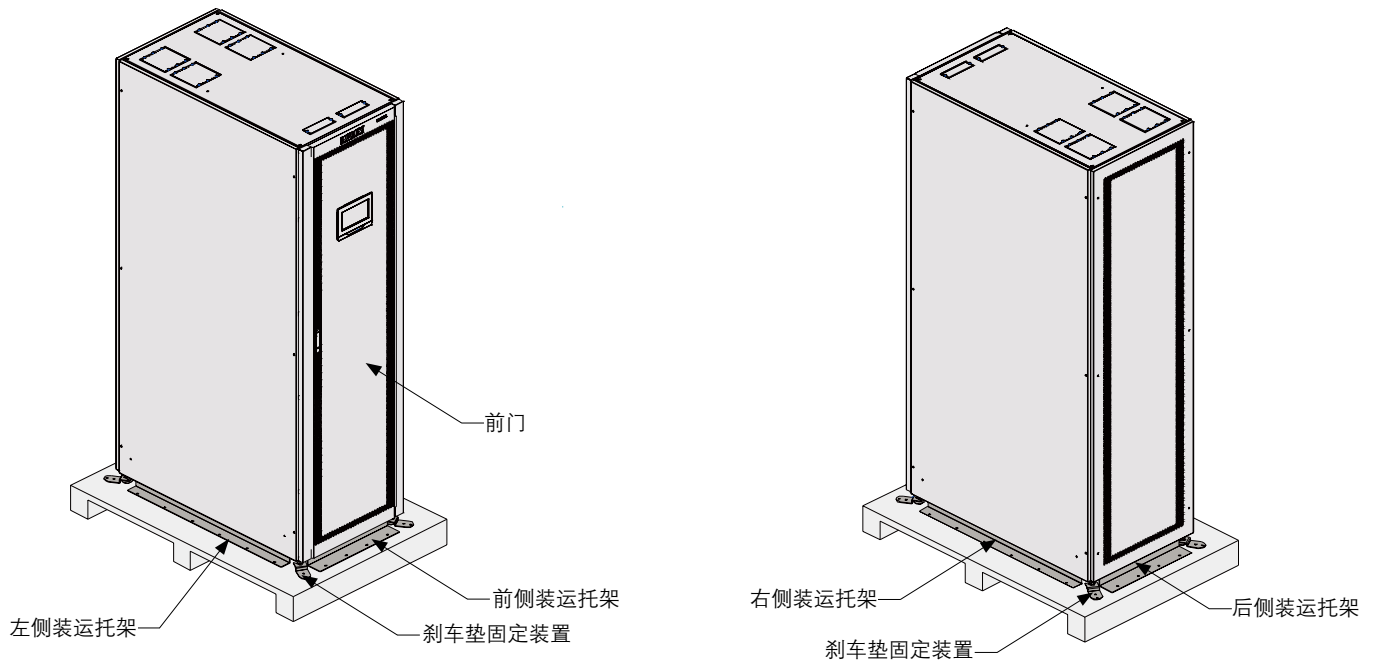

图4-2：拆除装运托架
4. 拆除机柜左侧固定装运托架及托架固定在栈板上的螺钉（见图 4-2）。如果要永久安装机柜，请保存好装运托架和固定五金件，以备后用；